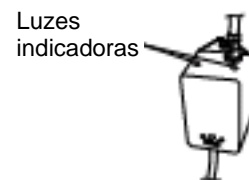

Figura 7
24. Uma vez que a energia é ligada, observe o reator (12), Figura 7, para verificar se o Sistema CLEARRAY está funcionando. Uma luz verde indica que o Sistema CLEARRAY está energizado e deve estar sempre ligado. Uma luz vermelha indica que o sistema está operando.